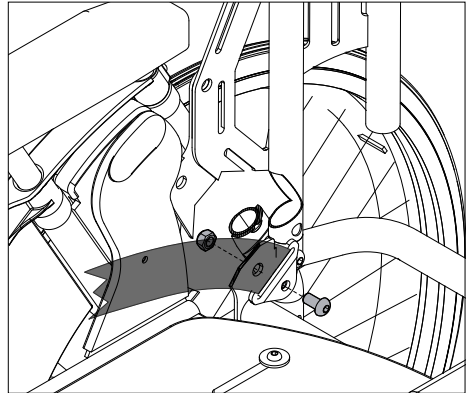

Figura 54
- Montare la cintura pelvica come mostrato in figura 54. Utilizzare la vite rimossa